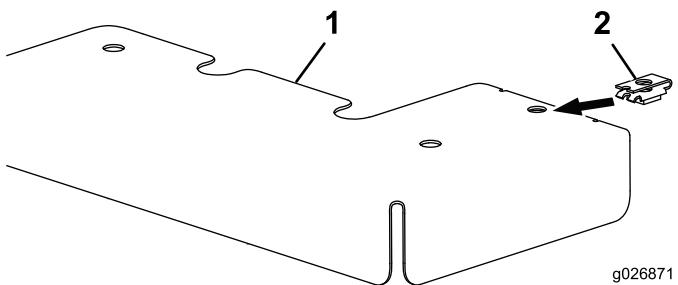

Figura 1
1. Instale a porca de retenção no resguardo da polia (Figura 1).